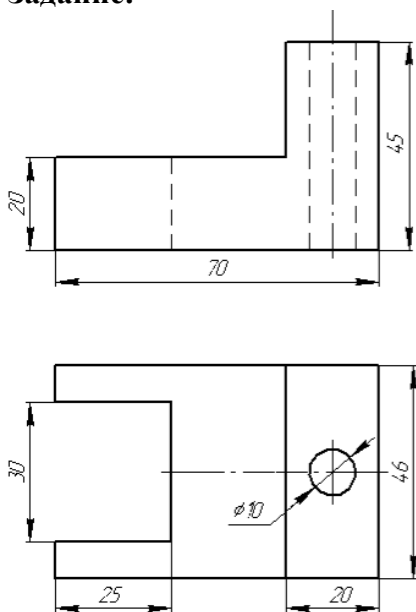

Рисунок 25
1. Задание выполнить по вариантам на формате А3, см. рис.25;